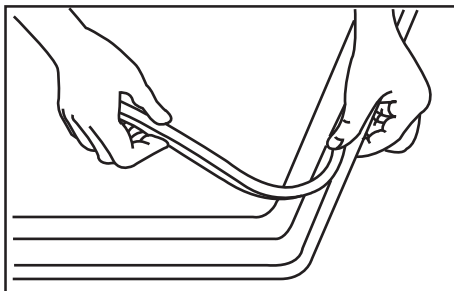

Рис. 8
- 2) Уложите по краю стекляннной верхней панели соответствующее уплотнение, следя, чтобы его концы не заходили один на другой (рис. 8).